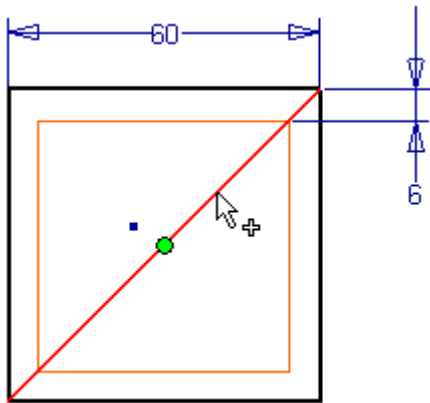

Bild 20: Vollständige Prägung
5. Schalten Sie die Sichtbarkeit der *Skizze3* und der Arbeitsebene wieder aus. Das Bauteil sollte nun wie in Bild 20 dargestellt aussehen.